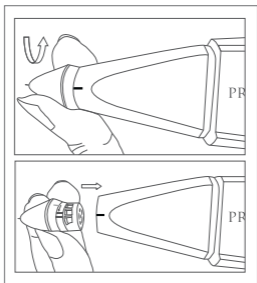

Fig. 1
1. Quando il tester viene spento, ruotare la punta della sonda in senso antiorario per rimuoverla, come mostrato nella Fig. 1.